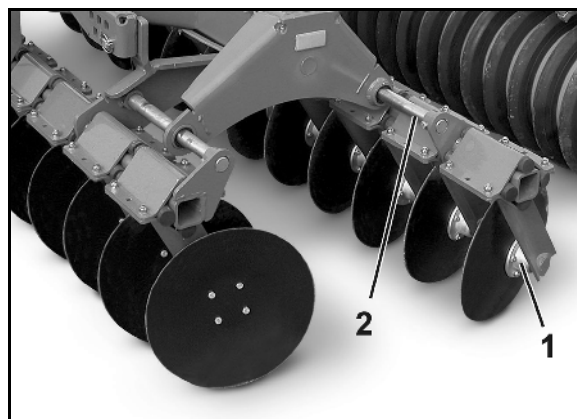

Рис. 10
Система подшипников вогнутых дисков (Рис. 10/1) состоит из двухрядного радиального шарикоподшипника с уплотнительным кольцом и наполнением маслом и не требует технического обслуживания.
- Смещение обоих рядов дисков, которое через передвижное устройство (Рис. 10/2) согласуется с рабочей глубиной и скоростью